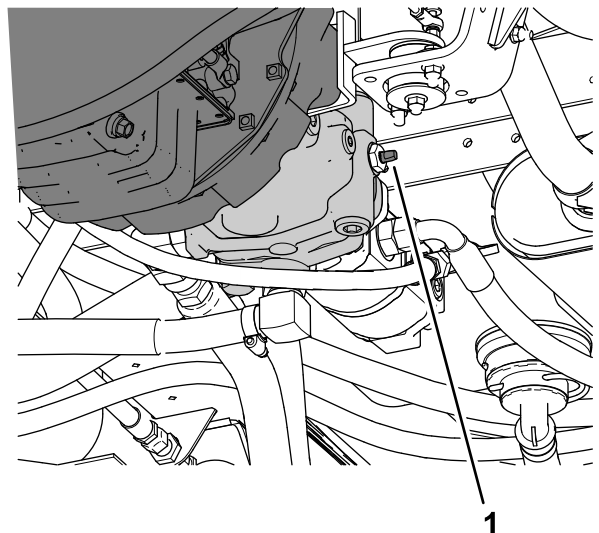

图 55
- 3. 将拖车阀图 55 向任意方向旋转 90° 打开拖车阀。